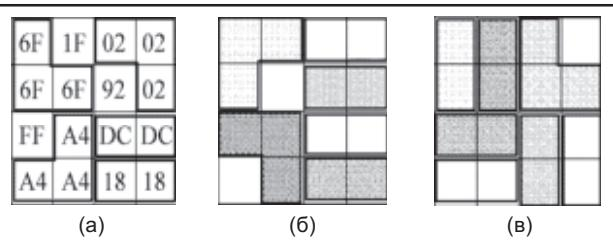

Рис. 3. Возможные варианты структур тестового блока.
Действие компрессора на тестовый блок изображено на рис. 3.а.
Старшие биты масок равны единице, и ни один из масочных байтов не равен 0x80, т.е. текущие маски не коррелируют с масками предыдущих вариантов. Если блок представлен восемью цветами, причем в каждом подблоке 2x2 два цвета, то компрессор расставляет цвета в буфере таким образом, что старшие биты масок всегда равны единице. Если в подблоке больше двух цветов или присутствуют цвета, недопустимые для данной системы, то производится усреднение цветовых компонентов в соответствии со структурами рис. 3.а-в.
Отдельный подблок представлен двумя цветами, а возможные вариации цветовых структур блока и подблоков отражены на рис. 3. Используемое количество цветов равно 256, т.е. на цвет отводится 1 байт, причем старшие 3 бита соответствуют красному компоненту, точнее, индексу красного в массиве r[] выражения (1), следующие 3 бита – зеленому, оставшиеся два младших бита – синему компоненту.